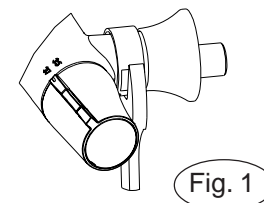

Fig. 1
**Válvula-filtros e válvula anti-volta :** Os filtros protegendo a torneira podem se entupir e reduzir o caudal. Neste caso os limpar molhando-os no vinagre quente depois de ter posto de lado a torneira. Um corpo estrangeiro pode impedir a fechada de uma das válvulas anti-volta situada nas porcas de ligação da misturadora termostática. Isso provoca uma intercomunicação de água quente o de água fria ao nível da instalação : É indispensável de remediar a isso procedendo a limpeza da maneira seguinte : ( fig.1 and 2)